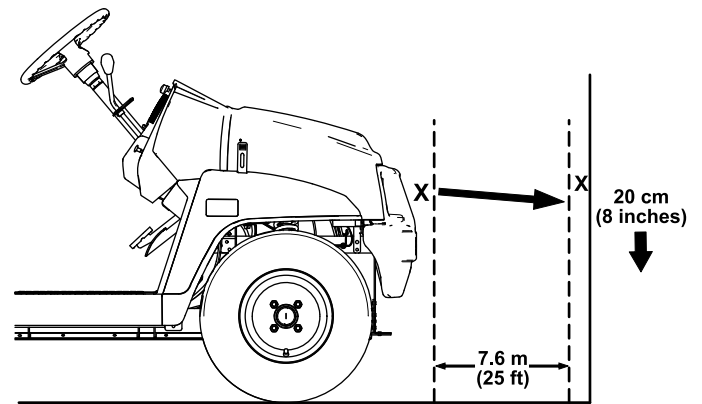

Bild 43
- Stellen Sie die Maschine auf einer ebenen Fläche ab, dabei sollte der Abstand der Scheinwerfer ca. 7,6 m von einer Wand entfernt sein (Bild 43).
Der hellste Teil des Scheinwerfers sollte 20 cm unter der Markierung an der Wand liegen (Bild 43).